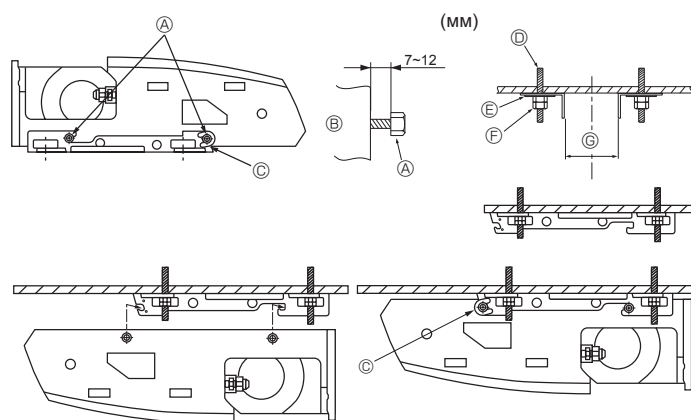

Fig. 3-6
2) Аспалы кронштейнді алғаш рет төбеге орнату (Fig. 3-6)